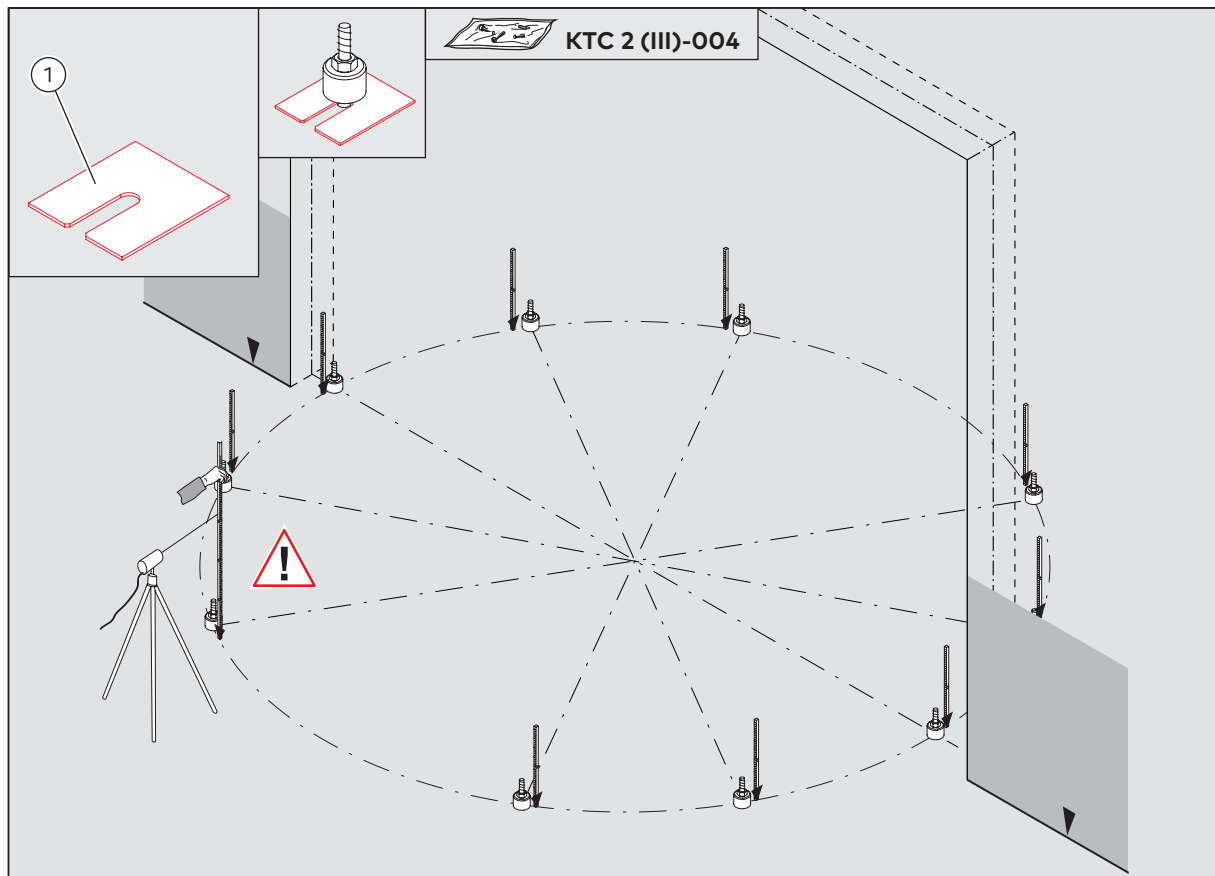

Abb. 26 Ausrichtung der Gewindestangen an den unteren Unterlegscheiben
7. Die unteren Unterlegscheiben (Abb. 26/1) verwenden, um die Gewindestangen auszurichten.